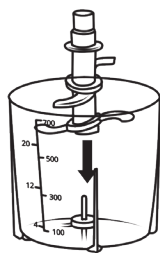

Рис. 2
- Поставьте чашу (5) на ровную, сухую и устойчивую поверхность;
- Разместите ножи (4) на ось (7) на дне чаши (5) (Рис. 2);
- Поместите ингредиенты в чашу (5);